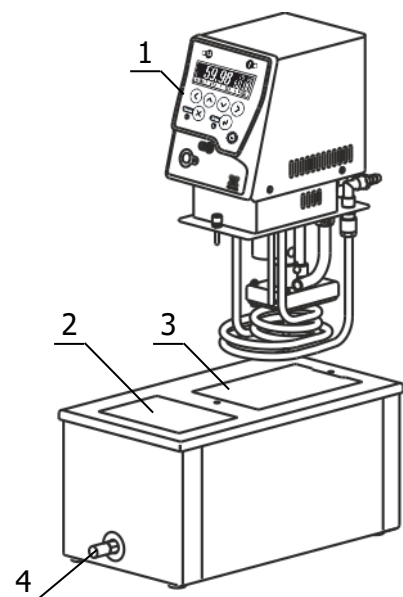
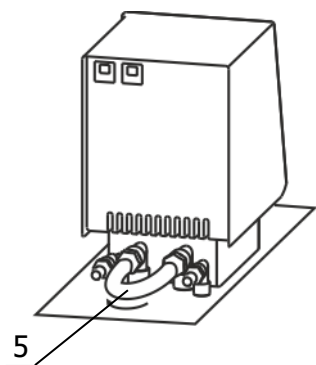

Рисунок 4 — Установка блока регулирования
Рисунок 5 — Задняя панель блока регулирования
2.2.4 Установить блоки регулирования температуры 1 в отверстия 3 соответствующих ванн термостатов (рисунок 4) и закрепить винтовыми фиксаторами. На всех блоках регулирования уже установлены шланги-перемычки 5, закрепленные хомутами (рисунок 5).
2.2.6 Заполнить ванны термостатов теплоносителем через отверстия над рабочими зонами 2 (рисунок 4). Уровень теплоносителя в ванне должен быть ниже уровня крышки на 10–20 мм.
2.2.12 При проведении работ по очистке термостатов необходимо открыть запорный вентиль 4 (рисунок 4) и слить теплоноситель. Извлечь блок регулирования температуры из ванны термостата, очистить его и внутреннюю ванну от остатков теплоносителя.